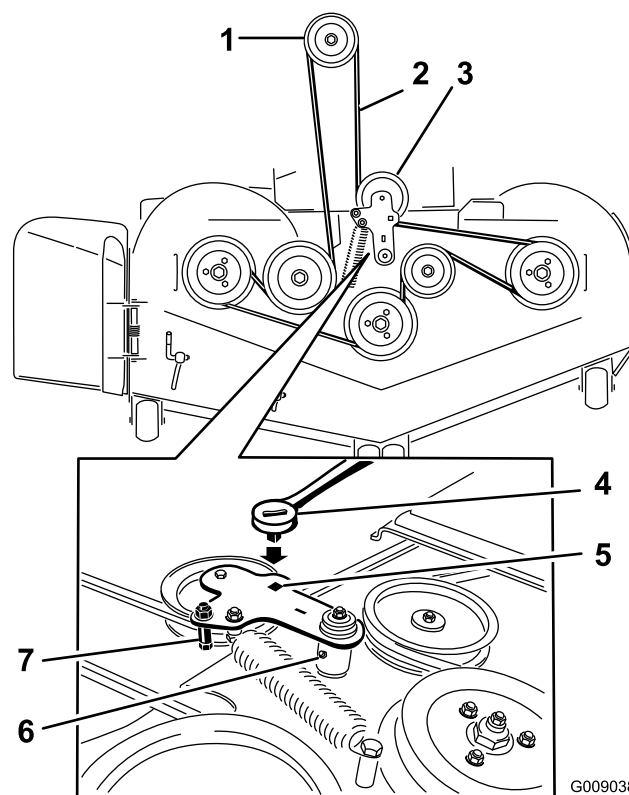

Figura 109
5. Levante o painel do chão e insira um roquete no furo quadrado no centro da polia intermédia (Figura 109).
6. Rode o centro polia no sentido contrário aos ponteiros do relógio e retire a correia do cortador (Figura 109).